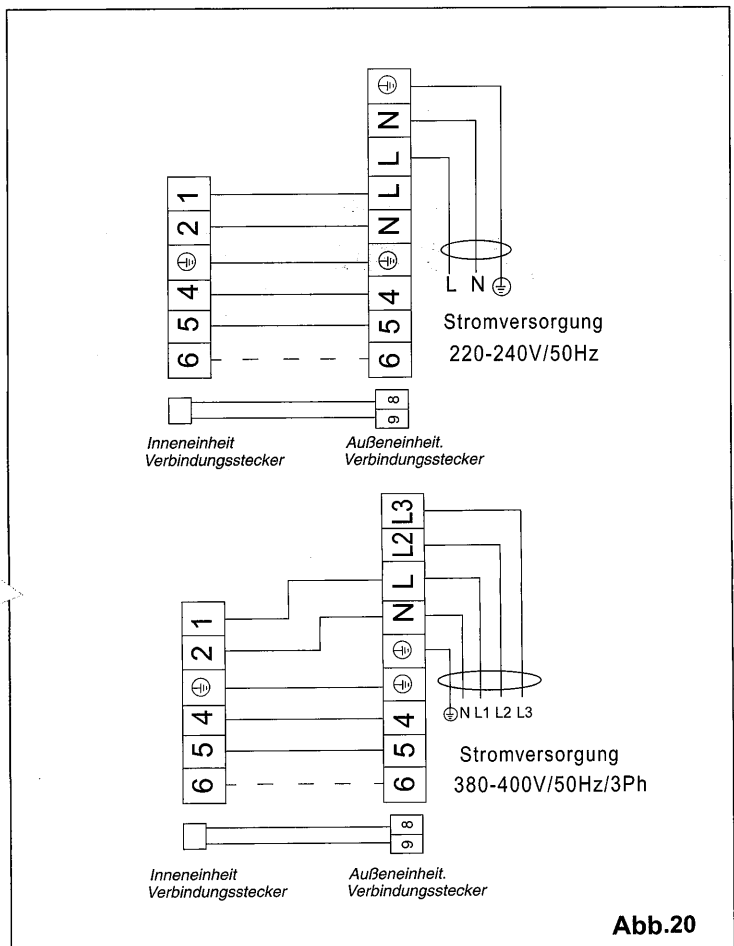

Abb.20
3. Verbinden Sie die Kabelenden mit den Anschlußklemmen der Inneneinheit und der Außeneinheit wie in Abb.20.
4. Bilden Sie eine Schleife und verbinden Sie die gelb/grüne Ader zur Erdungsklemme der Inneneinheit wie in Abb.20.